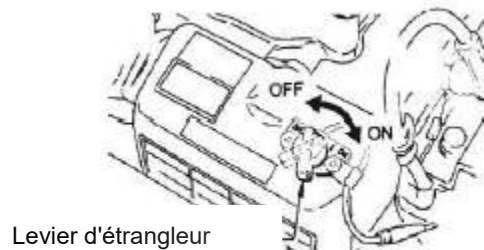
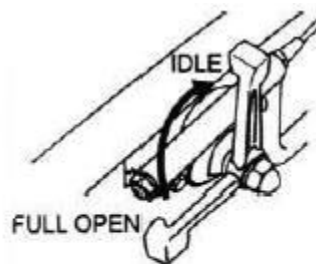

Fig 6
Fig 10
2. Régler l'interrupteur ON / OFF du moteur (Fig. 6) en position ON (démarrage).
1. Déplacer le levier d'accélérateur rapidement de la position **FULL OPEN** à **IDLE** (Fig 10) et faire fonctionner le moteur pendant trois minutes à faible vitesse. Une fois le moteur refroidi, mettre le commutateur de démarrage / arrêt du moteur sur la position "**STOP**" (Figure 6) jusqu'à ce que le moteur s'arrête complètement.